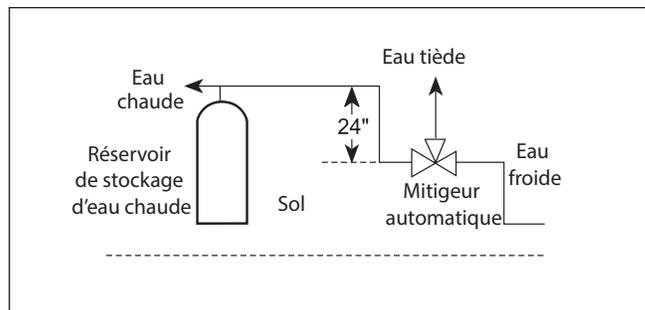

Figure 10. Installation d'une vanne mitigeur.
8. Lors de l'installation d'un mitigeur, placez-le au bas d'une boucle anti-thermosiphon d'au moins 61 cm (24") de haut pour empêcher un excès d'eau chaude d'entrer dans l'alimentation en eau mélangée. Faites monter l'alimentation en eau froide du sol au mitigeur (voir Figure 10).